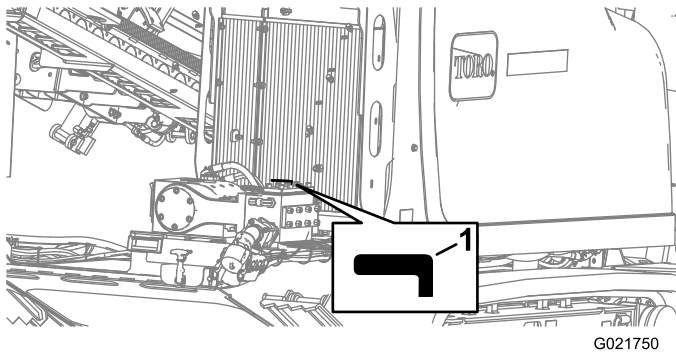

Figura 156
4. Gire la válvula del fluido de perforación en sentido horario a la posición de Cerrado (Figura 156).